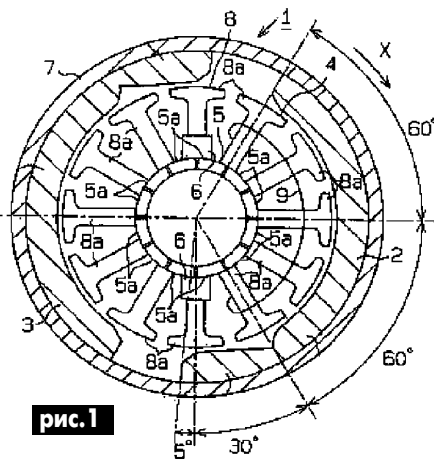

рис. 1
В патенте США 2003/189384 (2003 г.) описан **мотор постоянного тока, использующий магниты с выступами**. Патентуемый мотор предназначен для вентиляторов, у которых нагрузка может меняться в несколько раз, и имеет хорошую систему коммутации для любого режима. Сечение мотора показано на **рис. 1**, где 1 - собственно мотор, который содержит постоянные магниты 2 и 3 (N-полюс и S-полюс), якорь 4, коммутатор 5 и щетки 6. Якорь 4 имеет сердечник 8, вокруг которого намотана катушка якоря 9. Постоянные магниты 2 и 3 охватывают якорь 4 и крепятся на корпусе 7. Коммутатор 5 отстоит по оси от катушки 8 и состоит из множества сегментов 5а. Сердечник якоря 8 имеет множество (12) выступов 8а. Катушка 9 намотана на пяти последовательных выступах сердечника 8. Такая конструкция позволяет получить линейную коммутационную характеристику.